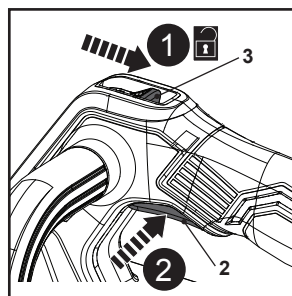

Fig. 19
1. Appuyer sur le bouton de déverrouillage (14) et le maintenir enfoncé (Fig. 19, étape 1).
2. Appuyer sur l'interrupteur marche/arrêt (15) pour mettre le produit sous tension (Fig. 19, étape 2). Relâcher ensuite le bouton de déverrouillage (14).
3. Relâcher l'interrupteur marche/arrêt (15) pour mettre le produit hors tension.